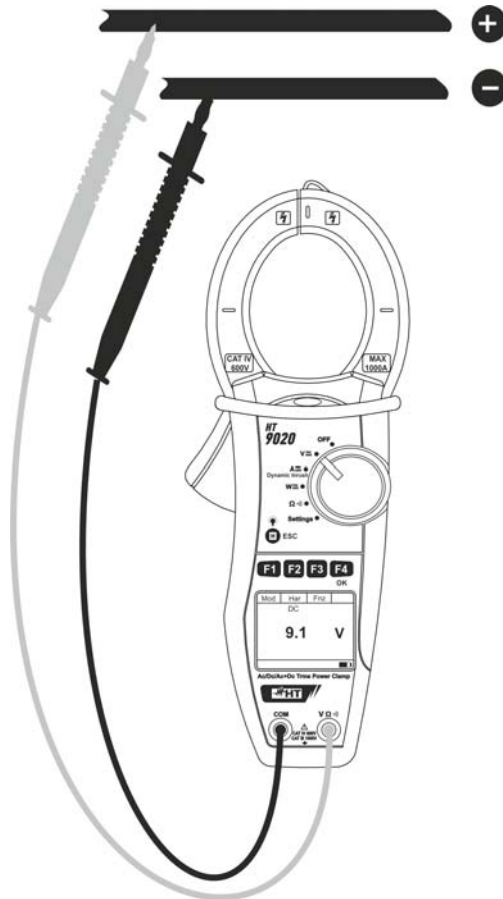

Fig. 5: Misura di Tensione DC
4. Inserire il cavo rosso nel terminale di ingresso **VΩ $\frac{1}{1}$**) e il cavo nero nel terminale di ingresso **COM** e posizionare i puntali nei punti desiderati del circuito in esame (vedere Fig. 5)